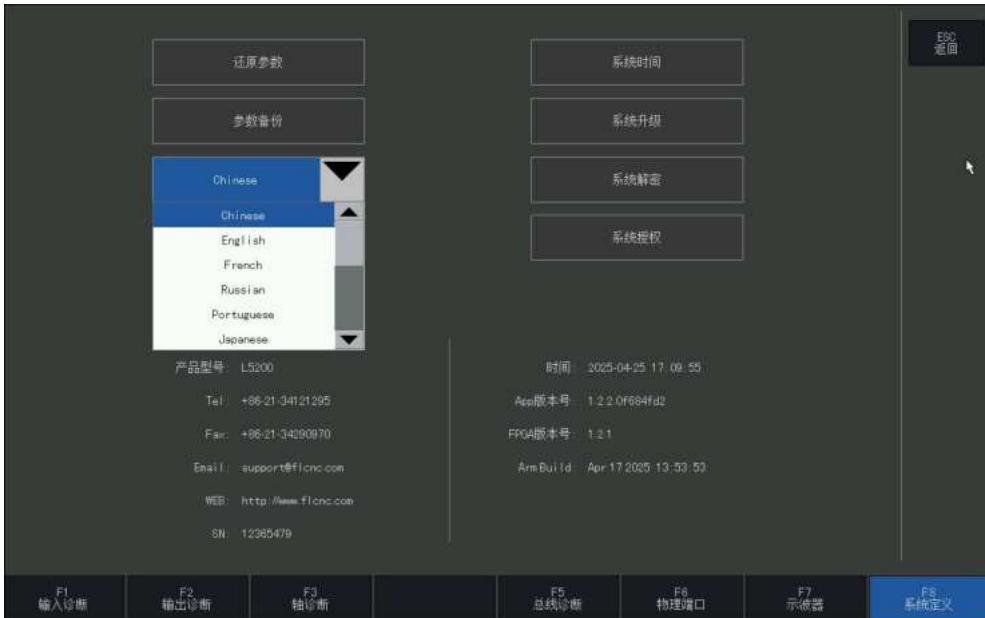

图 8.12 语言切换
**参数备份：**备份参数的过程是，在系统的主界面下依次按下【F5】(系统诊断)-【F8】(系统定义)-选择参数备份按钮并点击。系统提示输入密码，输入密码“1396”后，按【Enter】键，系统会把当前参数备份成默认参数并且弹出一个“还原参数成功！”的提示框，如图8.12，按【Enter】键即可。